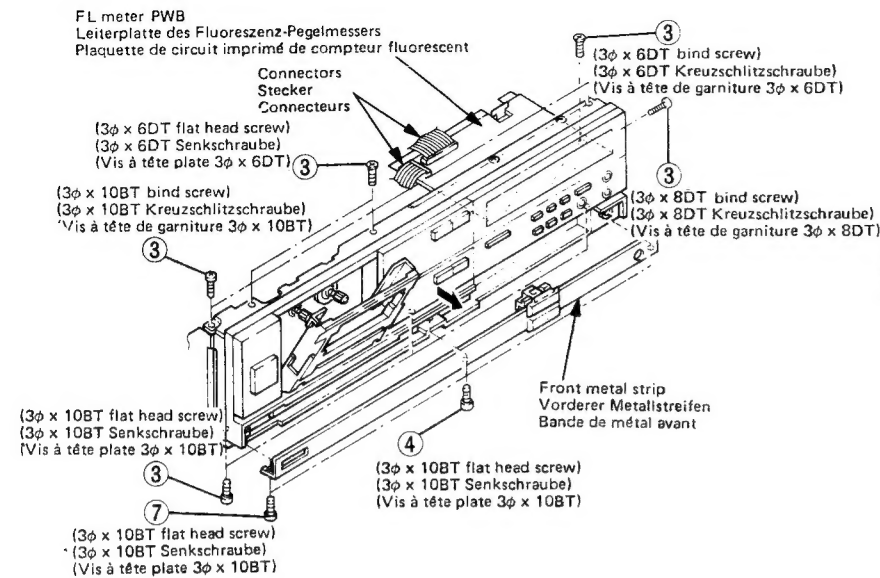
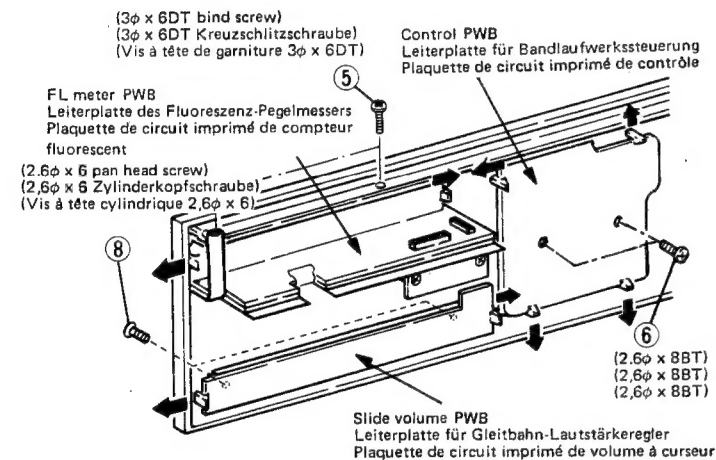

Fig. 3 Abb. 3
Fig. 4 Abb. 4
### 4. Front Panel (Fig. 3)
### 5. FL Meter PWB (Fig. 4)
### 6. Control PWB (Fig. 4)
### 7. Slide Volume PWB (Fig. 4)
Remove two screws ⑦ from the slide volume PWB in order to remove the front metal strip (Fig. 3). Remove two screws ⑧ and two tabs from the slide volume PWB (Fig. 4).
## 4. Frontplatte (Abb. 3)
## 5. Leiterplatte des Fluoreszenz-Pegelmessers (Abb. 4)
## 6. Leiterplatte für Bandlaufwerkssteuerung (Abb. 4)
## 7. Leiterplatte für Gleitbahn-Lautstärkeregler (Abb. 4)
Die beiden Schrauben ⑦ aus der Leiterplatte für Gleitbahn-Lautstärkeregler herausdrehen, um den vorderen Metallstreifen abnehmen zu können (Abb. 3). Die beiden Schrauben ⑧ lösen und die beiden Laschen von der Leiterplatte für Gleitbahn-Lautstärkeregler abnehmen (Abb. 4).
4. **Panneau avant (Fig. 3)**
5. **Plaquette de circuit imprimé de compteur fluorescent (Fig. 4)**
6. **Plaquette de circuit imprimé de contrôle (Fig. 4)**
7. **Plaquette de circuit imprimé de volume à curseur (Fig. 4)**
Déposer les deux vis ⑦ au niveau de la plaquette de circuit imprimé de volume à curseur pour pouvoir enlever la bande métallique avant (Fig. 3). Déposer les deux vis ⑧ et les deux taquets au niveau de la plaquette de volume à curseur (Fig. 4).